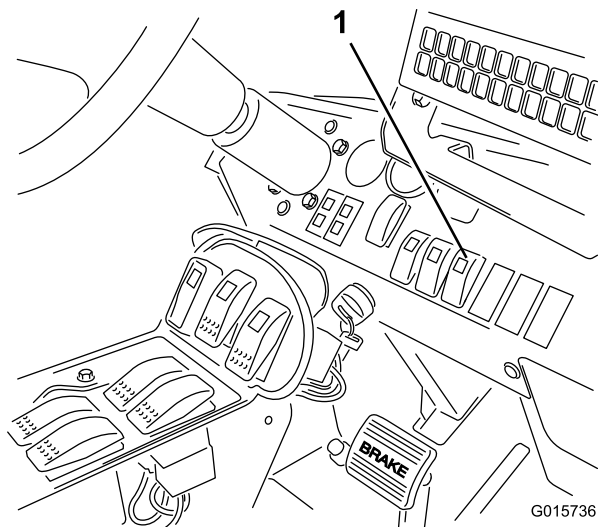

Bild 24
- Drücken Sie den Ultraschall-Auslegerschalter am Armaturenbrett in die Auto-Stellung (Bild 24).